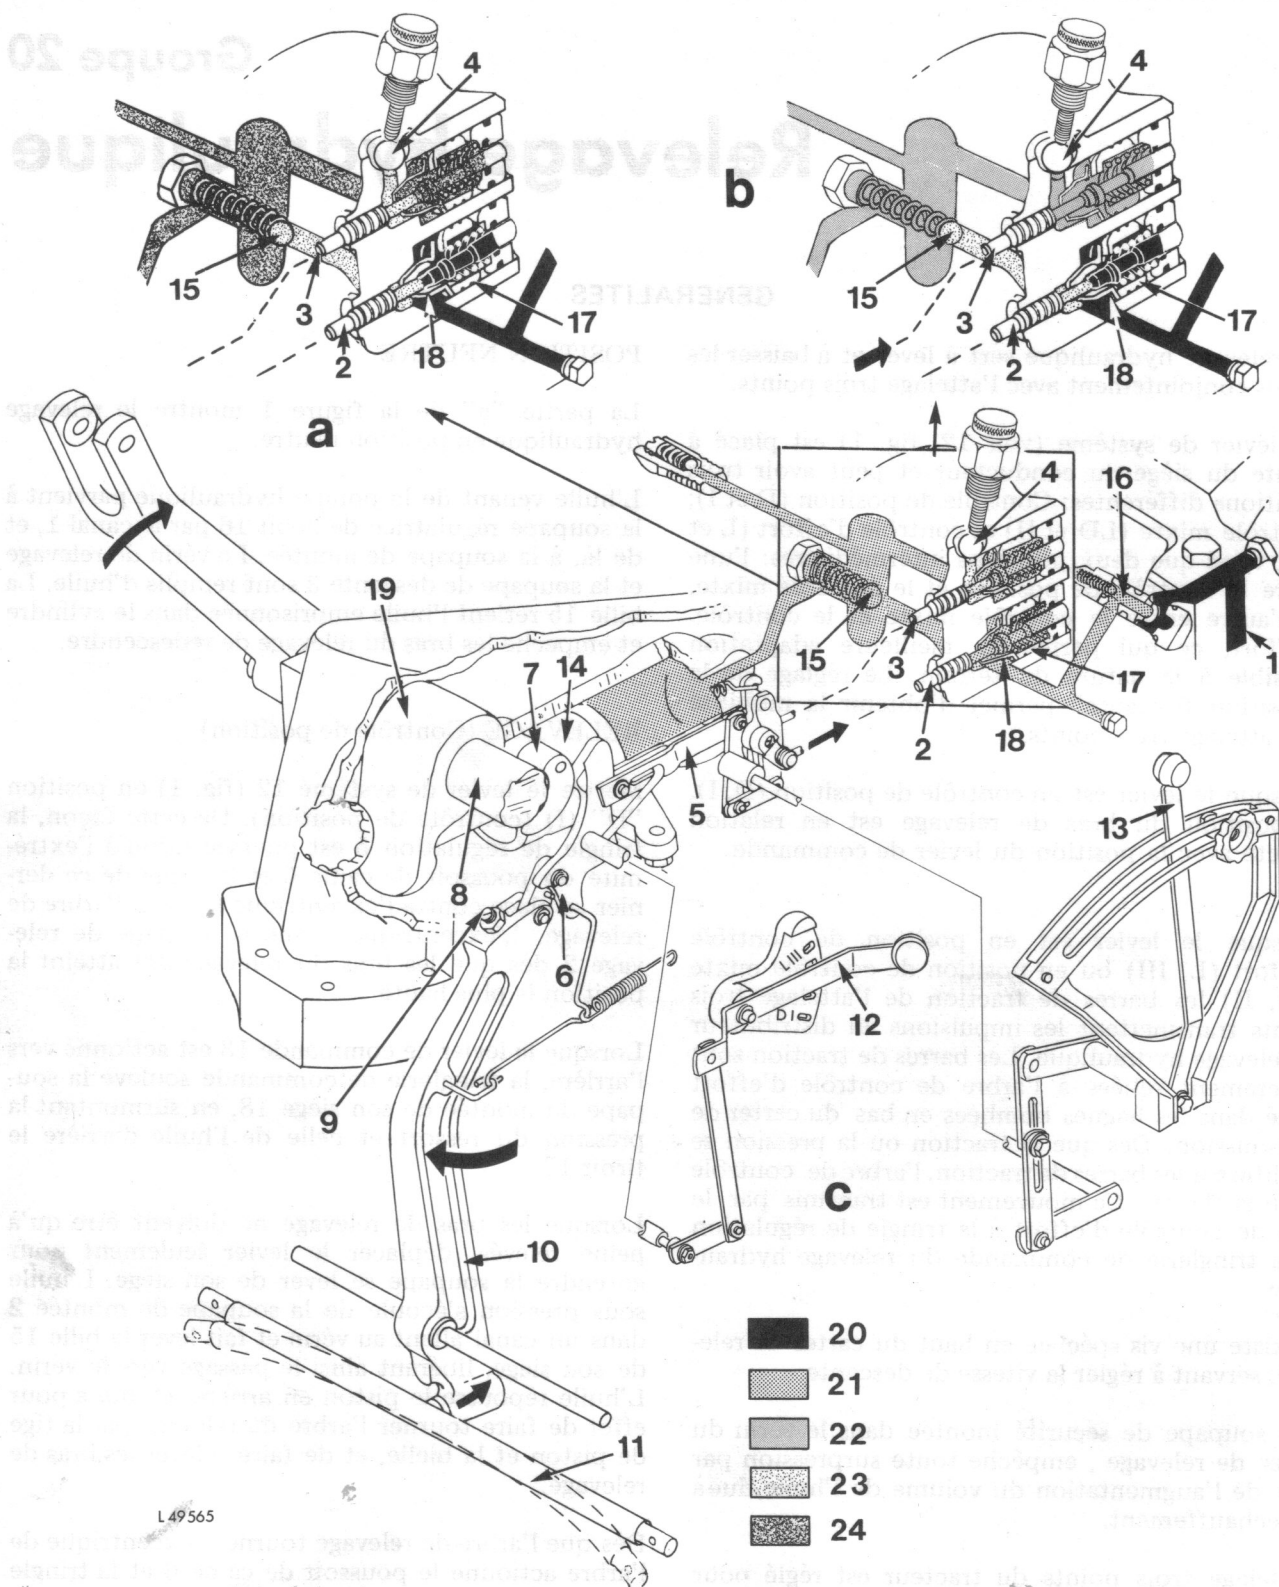

Fig. 1 — Circulation d'huile dans le relevage hydraulique
Le levier de système (voir 12, fig. 1) est placé à droite du siège du conducteur et peut avoir trois positions différentes: Contrôle de position (D et I); contrôle mixte (LD et II) et contrôle d'effort (L et III), ainsi que deux positions intermédiaires: l'une entre le contrôle de position et le contrôle mixte, et l'autre entre le contrôle mixte et le contrôle, d'effort, ce qui permet la meilleure adaptation possible à la nature du terrain. Le réglage de la "position flottante" permet d'obtenir la mobilité de l'attelage trois points.
La partie "a" de la figure 1 montre le relevage hydraulique en position neutre.
Mettre le levier de système 12 (fig. 1) en position "D" (I) (contrôle de position). De cette façon, la tringle de régulation 5 est poussée jusqu'à l'extrémité du poussoir de came 6 et la came de ce dernier se place contre l'excentrique fixé sur l'arbre de relevage. L'excentrique ferme la soupape de relevage 2 dès que les bras du relevage ont atteint la position la plus haute.
La partie "b" de la figure 1 montre le relevage hydraulique pendant le cycle de descente.
Mettre le levier de système 12 dans la position "L" (III) (fig. 1) (Contrôle d'effort). Ceci amène la tringle de régulation 5 à l'extrémité inférieure du poussoir de came 6. Ainsi, la tringlerie est indépendante du mouvement de rotation de l'excentrique 7. Les impulsions sont alors transmises à la tringlerie par l'outil attelé par l'intermédiaire des barres de traction, l'arbre de contrôle d'effort 11 et le bras de contrôle d'effort 10. Lorsque le levier de commande 13 est actionné vers l'avant, la tringlerie ouvre la soupape de descente 3 et les bras de relevage ainsi que l'outil attelé s'abaissent à la profondeur de travail désirée.
La partie "c" de la figure 1 représente le relevage hydraulique en position "mixte".
Placer le levier de système 12 (fig. 1) en position "LD" (II) (contrôle mixte). Cela fait déplacer la tringle de régulation 5 au milieu du poussoir de came 6. Avec ce réglage, on obtient le contrôle de position par l'excentrique 7 ainsi que le contrôle d'effort, déclenché par la résistance au sol ou par le mouvement transmis de l'arbre de contrôle d'effort par la tringle de régulation 5 (fléchissement), ceci par moitié pour chacun d'eux.